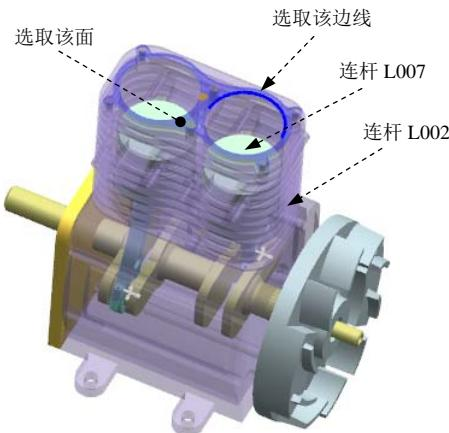
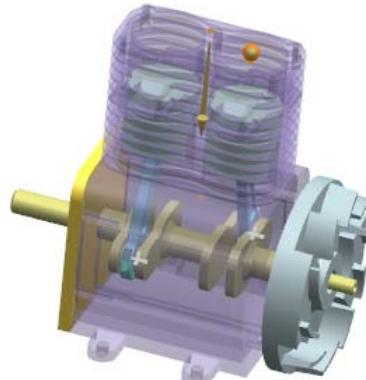

图 10.4.13 定义滑动副 (一)
图 10.4.14 定义滑动副的方向
(1) 定义运动副类型。在运动导航器中显示连杆 L002，然后将连杆 L001 进行隐藏，在“运动副”对话框 **定义** 选项卡的 **类型** 下拉列表中选择 **滑动副** 选项。
(2) 选择连杆。选取图 10.4.13 所示的连杆 L007。
(3) 定义原点及矢量。在“运动副”对话框的 **指定原点** 下拉列表中选取“圆弧中心” **◎** 选项，在模型中选取图 10.4.13 所示的圆弧为定位原点参照；选取图 10.4.13 所示的面作为矢量参考面，方向如图 10.4.14 所示。
(4) 添加啮合连杆。在“运动副”对话框的 **基本** 区域中选中 **啮合连杆** 复选框，单击 **选择连杆 (0)**，选取图 10.4.13 所示的连杆 L002。
(5) 定义啮合连杆原点及矢量。在“运动副”对话框 **基本** 区域的 **指定原点** 下拉列表中选取“圆弧中心” **◎** 选项，在模型中选取图 10.4.13 所示的圆弧为定位原点参照；选取图 10.4.13
所示的面作为矢量参考面，方向如图 10.4.14 所示。